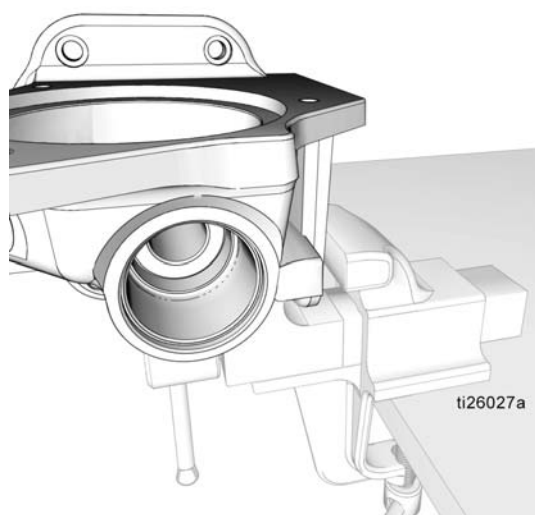

FIG. 39
4. Riposizionare la base della pompa (1) in una morsa come mostrato in FIG. 39.